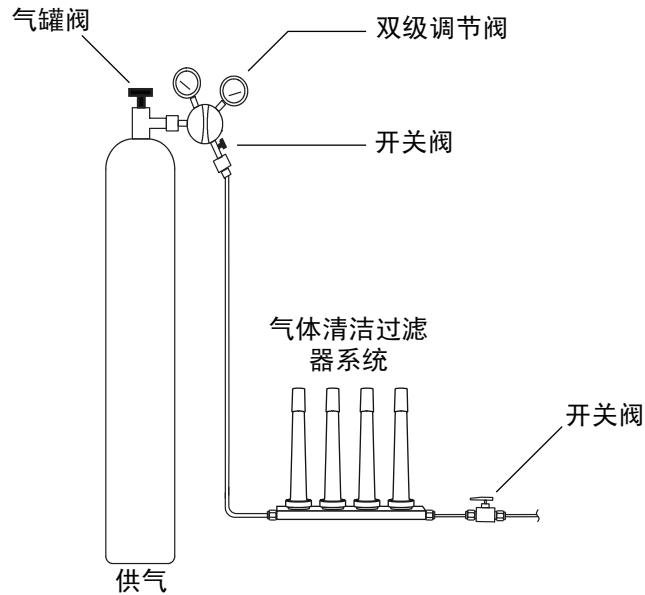

图 6 接通气源管道
- 1 确定您在供气管线中安装捕集阱的位置。图 6 显示为载气推荐的捕集阱安装顺序和为 On/Off（开 / 关）阀推荐的安装位置。另请参见现场准备工作指南。